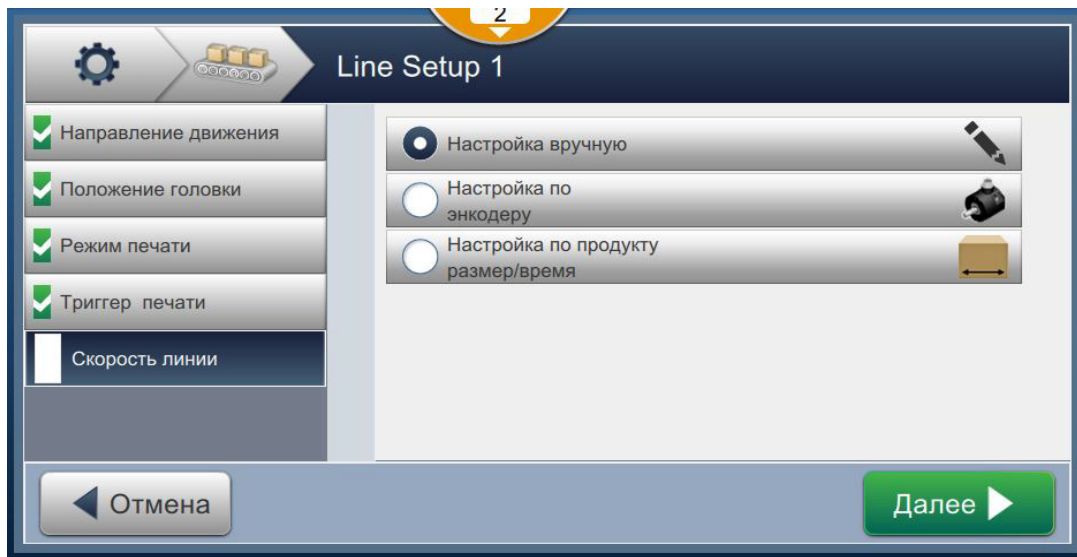

Рис. 6-34: Наладка линии – скорость линии
1. Нажмите параметр *Скорость линии* на экране параметров наладки линии, выберите нужную скорость линии, как показано на Рис. 6-34. Нажмите кнопку  , чтобы задать скорость линии.
1. Выберите параметр *Ручная настройка*, как показано на Рис. 6-34. Нажмите кнопку  , чтобы ввести нужные параметры.
1. Выберите параметр *Определяется энкодером*, как показано на Рис. 6-34. Нажмите кнопку **Далее**, чтобы ввести нужные параметры.
1. Нажмите параметр *Определяется размером продукта/временем*, как показано на Рис. 6-34.